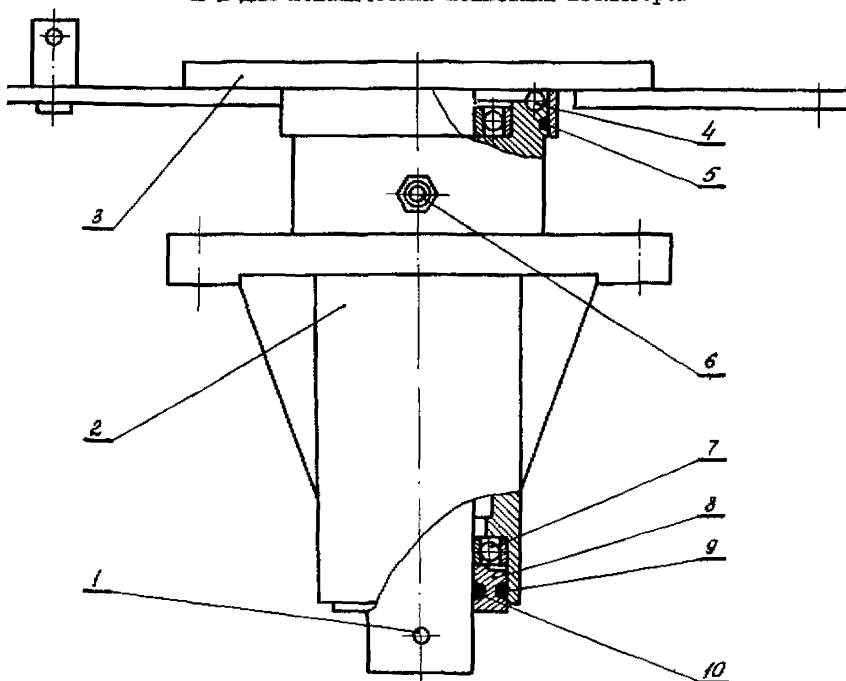

Рис. 5. Основание изолятора:
03.5. Удалить шплинт I (рис. 5), поднять опорный изолятор над основанием 2 и отвести изолятор в сторону.
03. I2. Собрать основание согласно рис.5